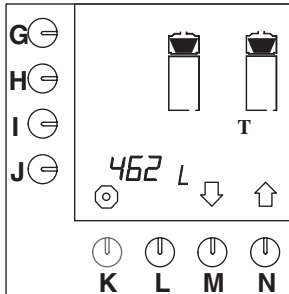

Abb. 28 Gesamtzählwerk für das Kaffeebrühsystem
- Jetzt erscheint das Gesamtzählwerk im Display. Die Gesamtanzahl der Liter Kaffee, die während der Lebensdauer des Geräts aufgebriht wurden, kann im Display abgelesen werden (Abb. 28).